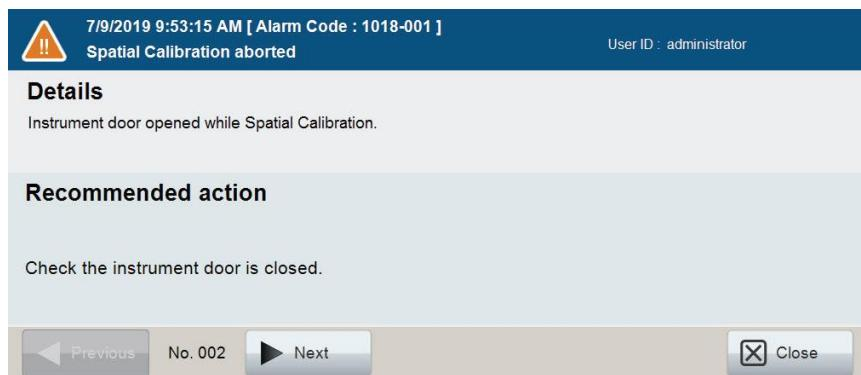

図 112 Alarm Details 画面
3. リストで特定のアラームログを選択し、画面下の **Details**（アラームログを選択するとアクティブになる）を選択すると、そのアラームの詳細を確認できます。（図 112）
4. Alarm Detail 画面（図 112）の Details と Recommended action に表示されている情報を確認します。表示された情報に対処するために、必要な是正措置を亀甲します。エラーコードとその対応のリストについては、セクション 11 を参照してください。